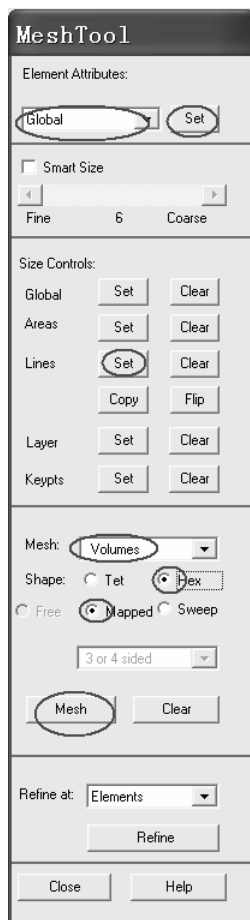
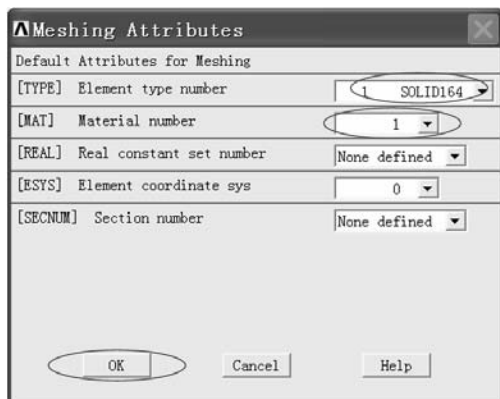

图 3-22 “MeshTool” 窗口
图 3-23 “Meshing Attributes” 窗口
(12) 下面划分单元。依次选择 Main Menu>Preprocessor>Meshing>MeshTool，弹出“MeshTool”窗口（见图 3-22）。在“Element Attributes:”下的方框中选择“Global”，再单击该方框后的“Set”按钮，弹出“Meshing Attributes”窗口（见图 3-23）。在“Meshing Attributes”窗口中进行以下操作：在“[TYPE] Element type number”后的方框中选择“1 SOLID164”，在“[MAT] Material number”后的方框中选择“1”，再单击“OK”按钮返回到“MeshTool”窗口。